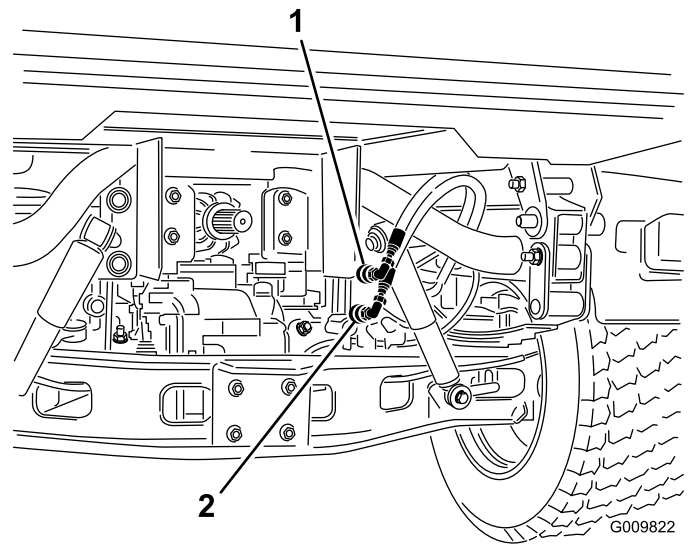

Bild 71
2. Schließen Sie an beiden Fahrzeugen die beiden Schnellkupplungsschläuche von den Schläuchen ab, die an der Schnellkupplungshalterung befestigt sind (Bild 71).